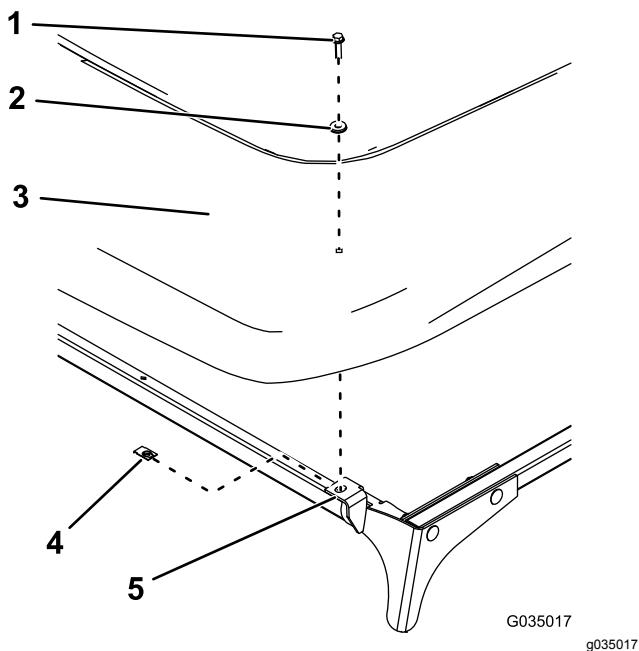

Рисунок 32
1. Установите солнцезащитный навес на передние пластины, используя два зажима, две уплотнительные гайки и два болта с шестигранными фланцевыми головками (1/4 x 1 дюйм), как показано на Рисунок 32.